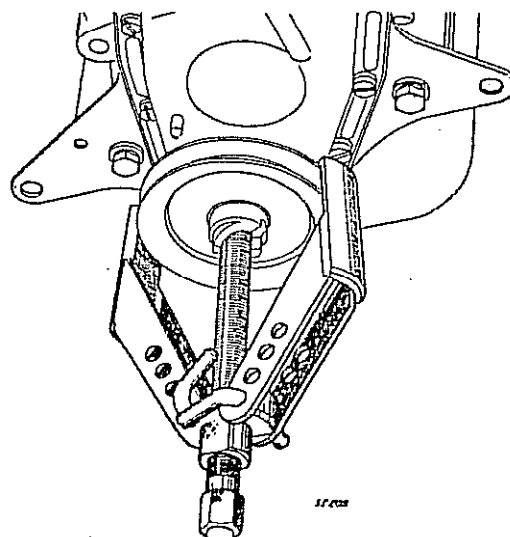

Fig. 62
- 1) Aflojar el trinquete de arranque con la herramienta especial MOT 53-A. Una vez flojo, desenroscar el trinquete con la mano y verificar si la polea sale fácilmente, de no ser así, colocar un extractor de tipo universal, de manera que el tornillo central del mismo actúe sobre el trinquete, el cual no deberá estar flojo más de dos vueltas (Fig. 62). En este caso, se "despegará" la polea con el extractor y luego se quitará el trinquete y la polea.